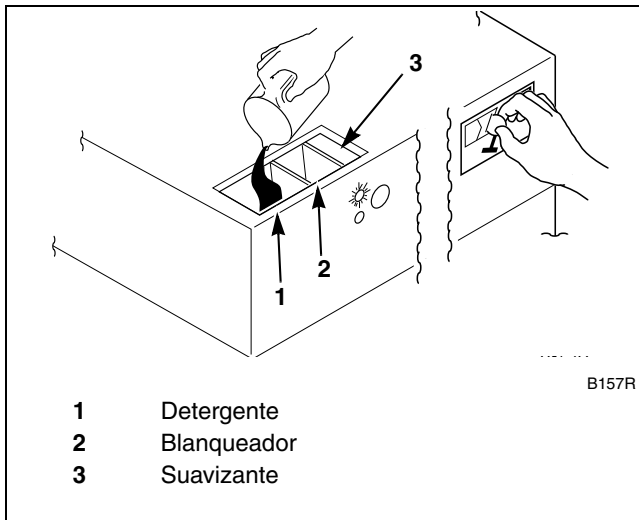

Figura 28
5. Eche líquido y polvos para llenar el distribuidor. Consulte la *Figura 28*.
7. **Para modelos de monedas:** Inserte el número requerido de monedas para arrancar la máquina. Consulte la *Figura 28*.